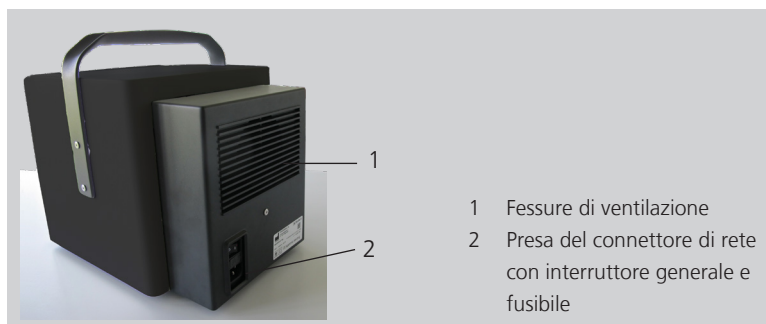

Figura 3-2 Retro del Intellect RPW Lite
- Collegare il cavo di rete alla presa del connettore di rete sulla sinistra dell'apparecchio (vedi Figura 3-2).
- Accendere il sistema di comando dall'interruttore generale posizionato sul pannello posteriore (v. Figura 3-2/2). Il comando avviene tramite il display touch screen.